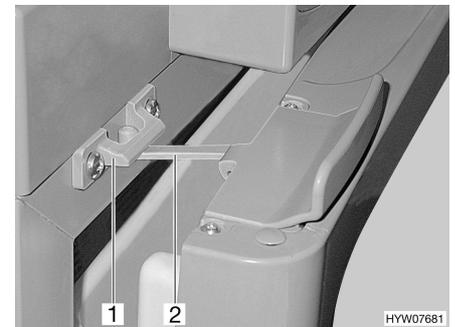

Bild 95 Kühlschranksür in Lüftungsstellung (Thetford)
■ Verriegelung (Bild 95,2) aufklappen und in der Verriegelungsaufnahme (Bild 95,1) einrasten. Die Kühlschranksür bleibt damit leicht geöffnet.